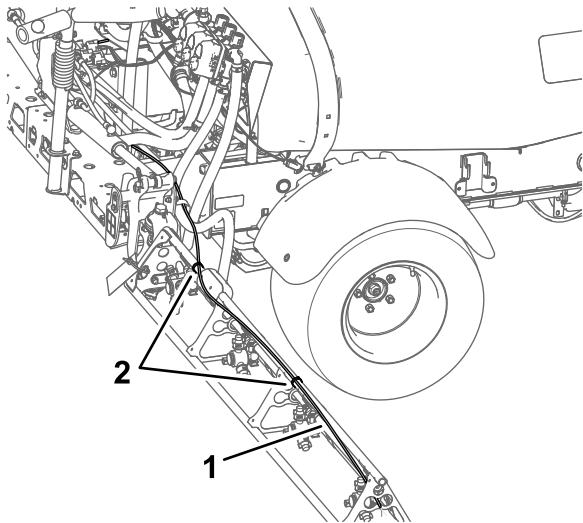

Figura 20
1. Rimuovete le fascette per cavi che fissano i tubi del liquido e dell'aria del kit tracciafile schiumogeno alla sezione di irrorazione esterna (Figura 20).